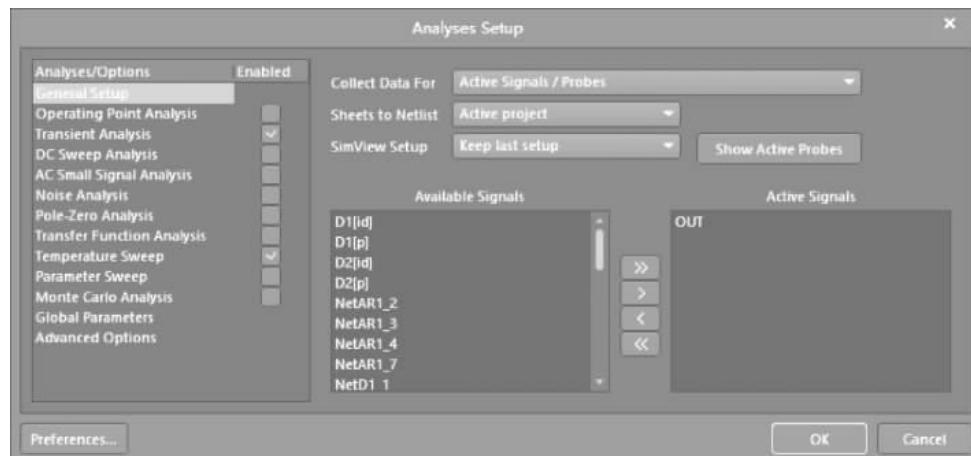
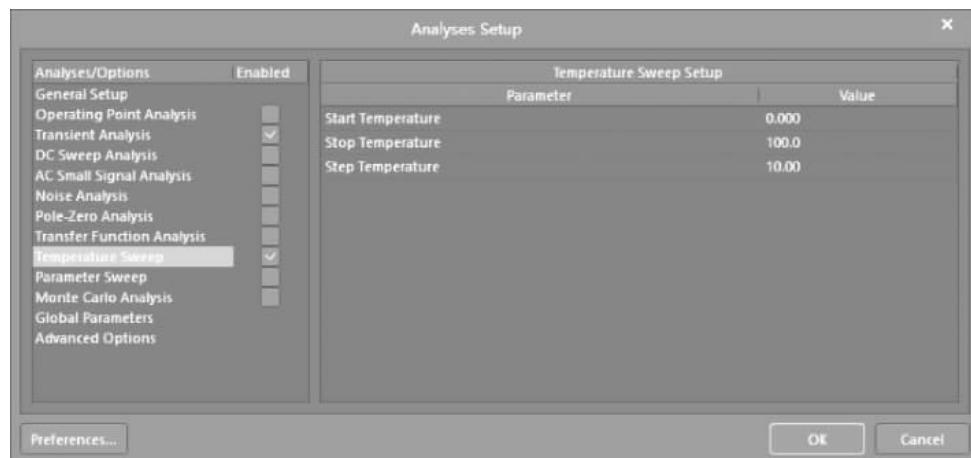

图 3-76 设置仿真参数界面 1
图 3-77 设置仿真参数界面 2
- (1) 在 AD 主界面主菜单下选择 Simulate→Edit 'Mixed Sim' Setup。
- (2) 打开如图 3-76 所示的 Analyses Setup(分析设置)界面,按下面参数设置。
- ① 选中 Transient Analysis 和 Temperature Sweep 选项,执行暂态分析和温度扫描分析功能。
- ② 将 Collect Data For 设置为 Active Signals/Probes。
- ③ 将 OUT 添加到 Active Signals 栏中。
- (3) 选择 Temperature Sweep,出现如图 3-77 所示的 Temperature Sweep Setup(温度扫描设置)界面。按下面参数设置。